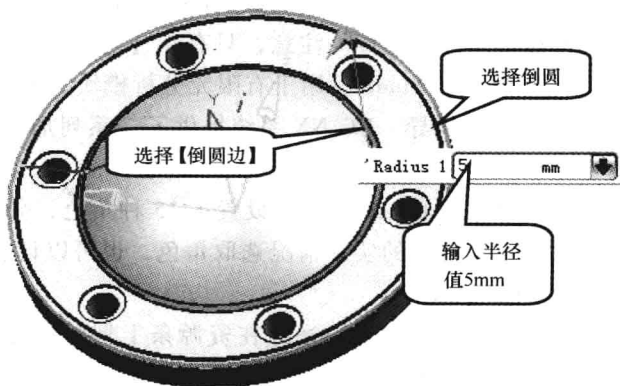

图 1-28 选择倒圆边
(8) 同理，完成两条边倒圆角。选择菜单中的【插入】→【细节特征】→【边倒圆】命令，或在【特征操作】工具条选择【边倒圆】图标, 打开边倒圆对话框。选择如图 1-28 所示的两条边，输入半径值为【5】，其他选项默认，单击【确定】按钮，完成边倒圆角。